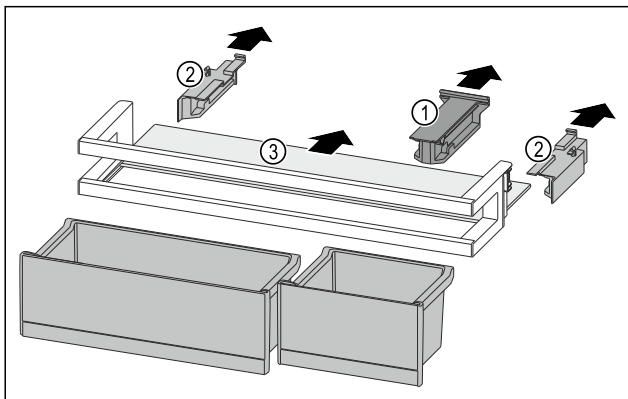

Fig. 92
- Haltebauteil Fig. 92 (1) abziehen.
- Seitenteile Fig. 92 (2) abziehen.
- Abstellfläche Fig. 92 (3) entnehmen.